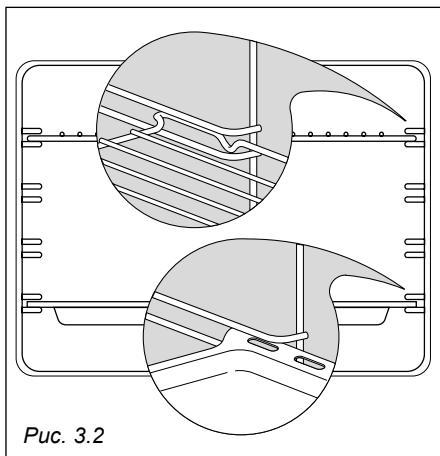

Рис. 3.2
- Вставьте поддон для сбора сока и решетку по направляющим, как показано на Рис. 3.2.
- Решетка устанавливается так, чтобы предохранительная защелка, предотвращающая случайное выпадение, была повернута внутрь духовки (Рис. 3.2).